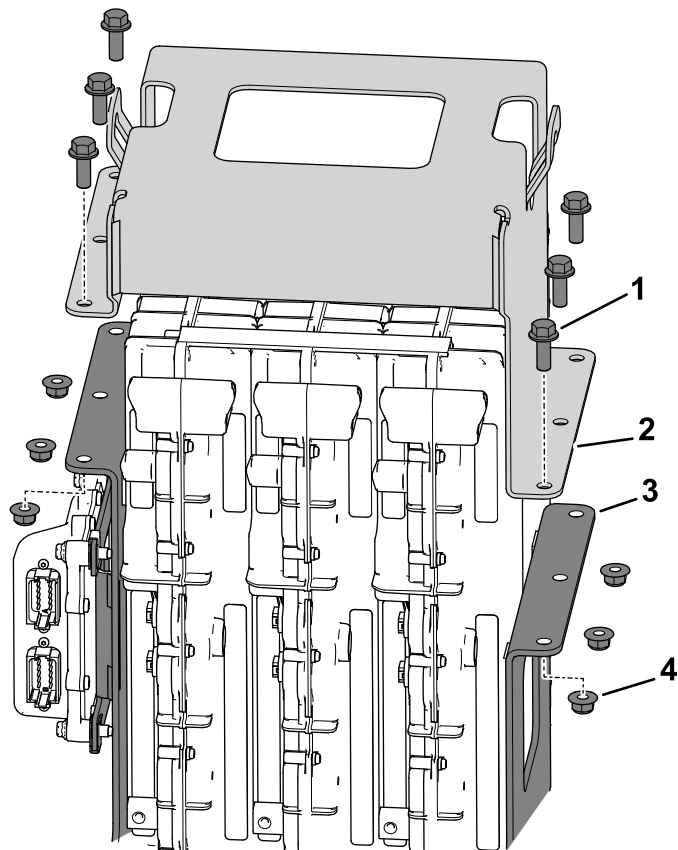

Figura 14
3. Utilizzate 6 bulloni a testa flangiata ($\frac{3}{8}$ " x 1") e 6 dadi flangiati ($\frac{3}{8}$ ") per fissare la cinghia superiore alla piastra di supporto superiore (Figura 14).